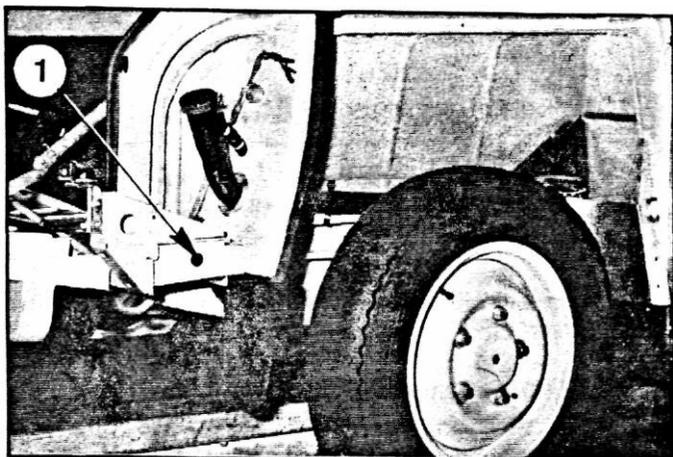

Abb. 21
14. Hintere Traverse (Break), (Abb. 21)
- Stopfen (1) an den Enden der hinteren Traverse entfernen.